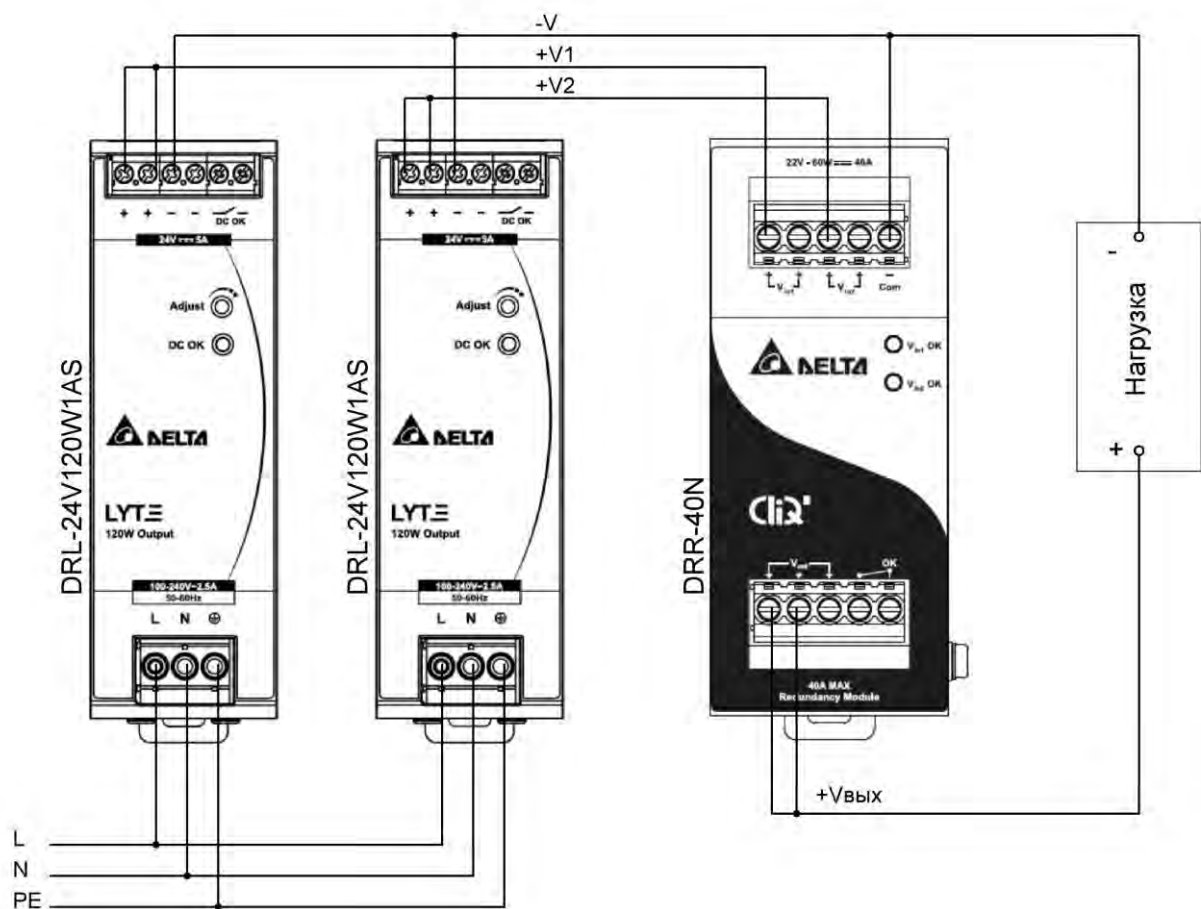

Рис. 6.2. Подключение по схеме с использованием модуля резервного питания DRR.
2) Схема подключения с использованием модуля резервного питания DRR (см. рис.6.2).
- Измерить выходное напряжение каждого из блоков питания (см. Рис.6.2) с половиной от планируемой нагрузки. Выходное напряжение блока питания, который является основным (например, первый блок с напряжением V_1) должно быть немного больше, чем резервного (например, V_2)
- Подключить плюсовые выходы блоков питания «+V1» и «+V2» к клеммам Vin1, Vin2 блока DRR-40N (DRR-20N) согласно схеме Рис. 6.2.